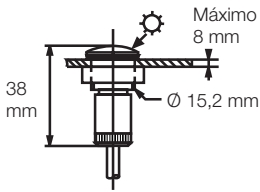

Fig. J7-002: instalación empotrada de las células.
- Tipo empotrable “colocación en la parte frontal del cuadro” (ver fig. J7-002).